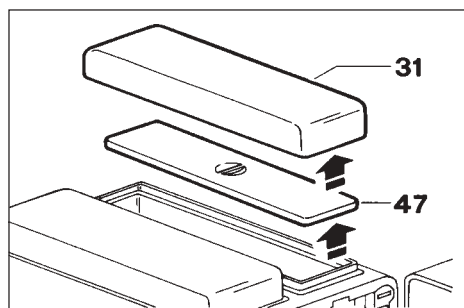

Fig. 24
- Levantar la carcasa (31) y la tapa interior (47) (Fig. 24) y llenar el contenedor (1) con café en grano.